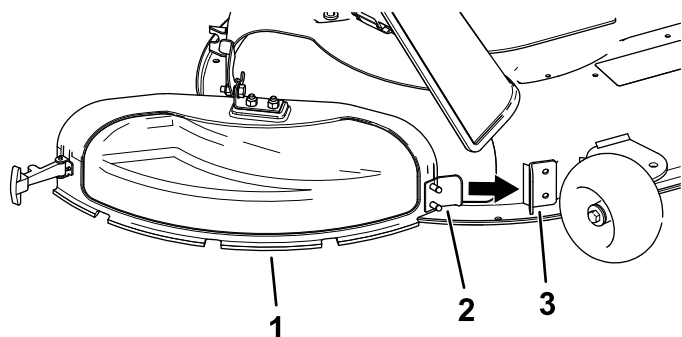

Figure 13
3. Inclinez la languette en métal sur le couvercle d'éjection pour la rentrer dans la fente du support qui est soudé au plateau de coupe (Figure 13).